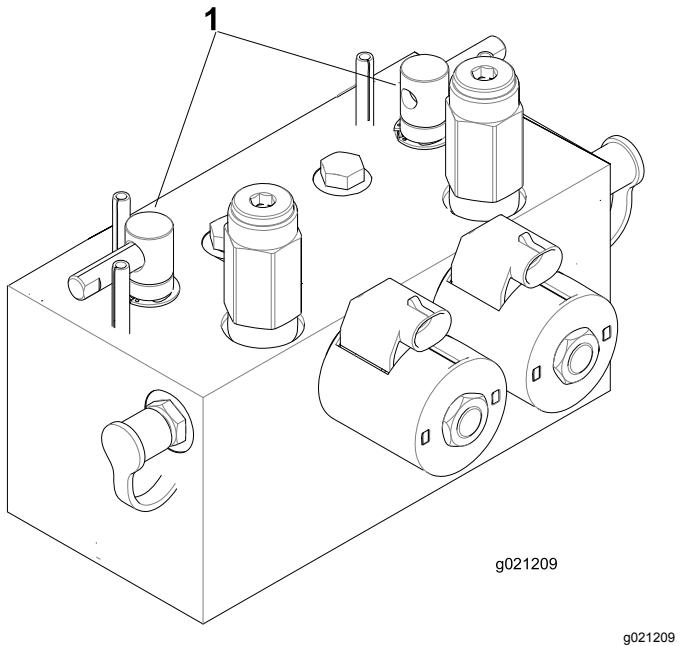

Рисунок 107
- Разблокируйте и поднимите сиденье для доступа к рычагам обратного вращения (Рисунок 107).
- Выберите передний, задний или оба рычага обратного вращения, чтобы определить, заточку каких режущих блоков необходимо произвести (Рисунок 107).